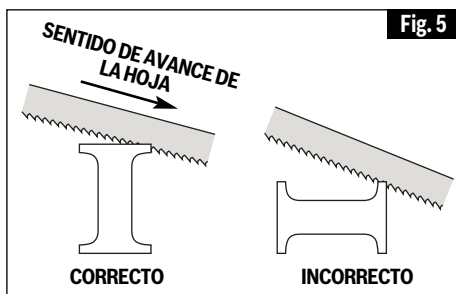

Fig. 5
2. Comience a cortar en una superficie donde el mayor número de dientes vaya a estar en contacto a la vez con la pieza de trabajo (Fig. 5).